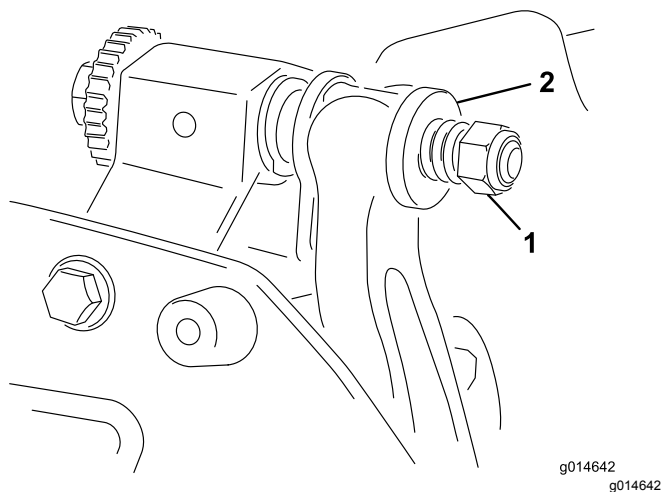

Рисунок 21
5. Затяните гайку натяжения пружины, чтобы пружина полностью сжалась, затем отверните ее на 1/2 оборота (Рисунок 21).